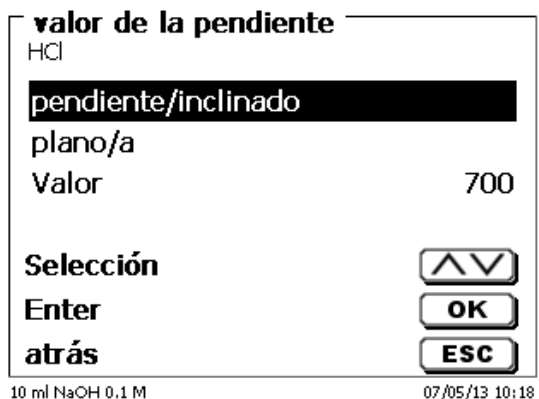

Fig. 138
Si se ha activado el reconocimiento del punto de equivalencia (EQ) puede fijarse el valor de pendiente para mismo (Fig. 138).